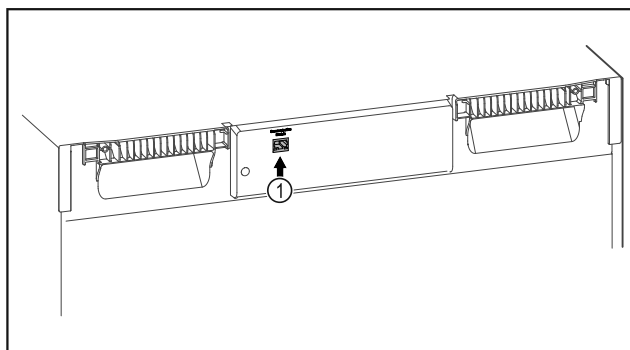

Fig. 142
- Le SmartModule Fig. 142 (1) est installé.